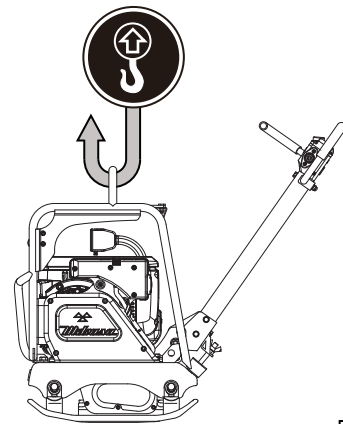

図 13
3. 吊り上げの際は必ずガードフックに吊り上げ具を引掛けてください。(図13)